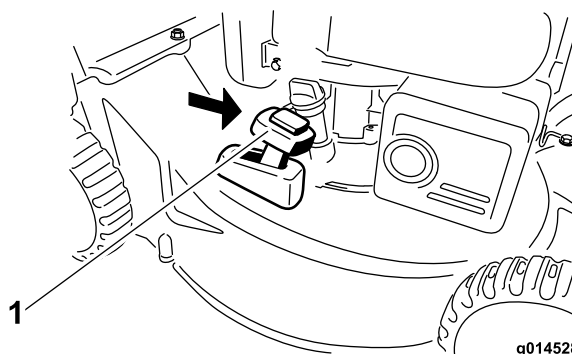

Figure 18
2. Montez le bac à herbe ; voir Retrait du bac à herbe (page 12) et amenez le levier de ramassage sur demande en position de **ramassage** (Figure 18).
Remarque: Si le bac à herbe est monté sur la machine, enlevez-le avant de procéder à l'éjection arrière de l'herbe coupée ; voir Retrait du bac à herbe (page 12). Le levier de ramassage sur demande doit être en position **ramassage** (Figure 18).